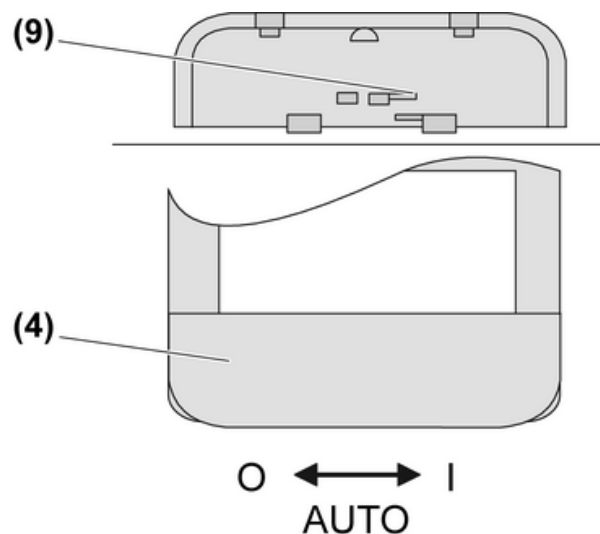
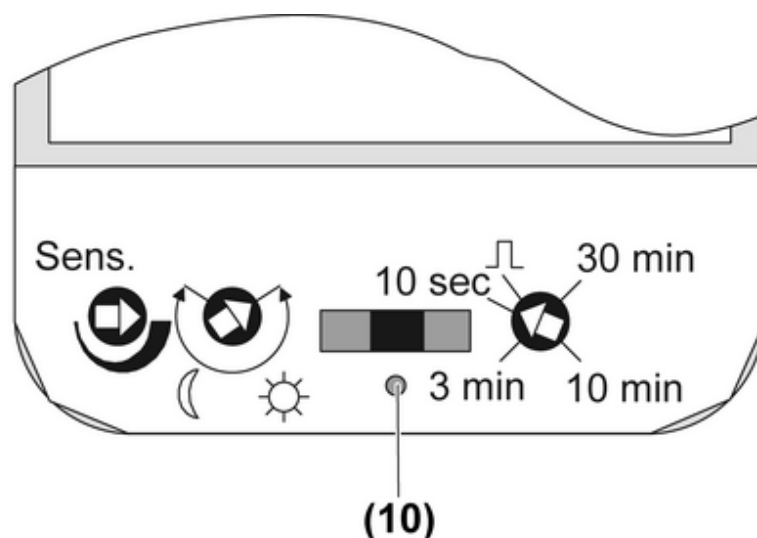

Bild 4: Schiebeschalter
Bild 5: Arretierungsschraube
Der Bewegungsmelder hat drei Betriebsarten, die mit dem Schiebeschalter (4) eingestellt werden können (Bild 4). Im Auslieferungszustand ist die Mittelstellung, der Automatikbetrieb eingestellt und verriegelt. Bevor eine andere Betriebsart eingestellt werden kann muss der Schiebeschalter entriegelt werden.
- Schiebeschalter (4) abnehmen.
- Arretierungsschraube (10) herausdrehen (Bild 5) und an der Rückseite des Schiebeschalters (9) aufbewahren (Bild 4).
- Betriebsartenschalter nach links in Position **O** schalten (Bild 4).
- Betriebsartenschalter nach rechts in Position **I** schalten (Bild 4).
- Schiebeschalter in Mittelposition schalten (Bild 4).